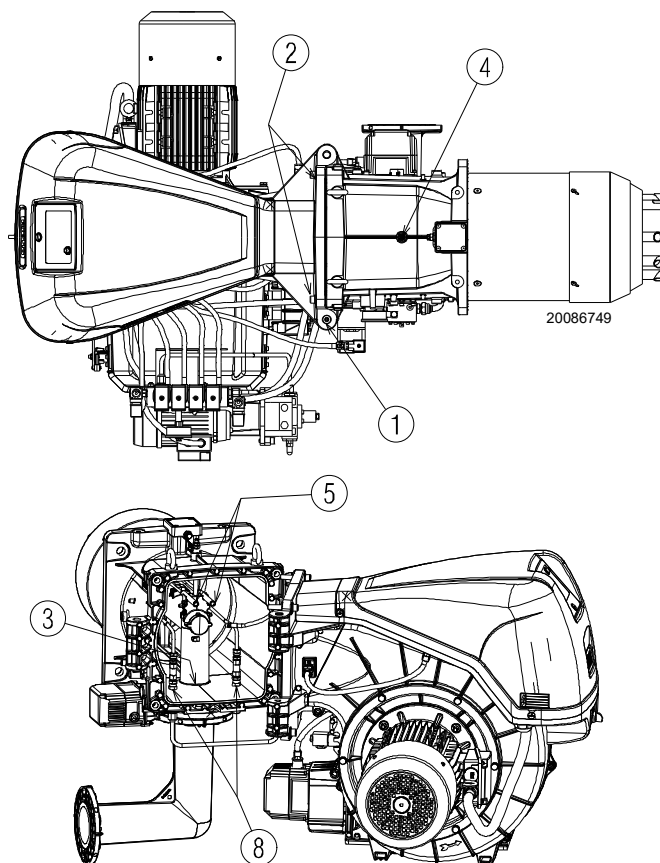

Fig. 16
Arzătorul pleacă din fabrică pregătit să se deschidă spre dreapta, deci păstrați știftul 1)(Fig. 16) în poziție.
- C deschideți complet arzătorul ca în Fig. 16;
Pentru a deschide arzătorul din partea opusă, înainte de a scoate știftul 1)(Fig. 16), verificați dacă cele 4 șuruburi 2) sunt strânse. Apoi mutați știftul 1) în partea opusă, numai atunci pot fi îndepărtate șuruburile 2). Deconectați mufa 9)(Fig. 16) a presostatului maxim de gaz, apoi procedați așa cum este descris mai sus la punctul C).